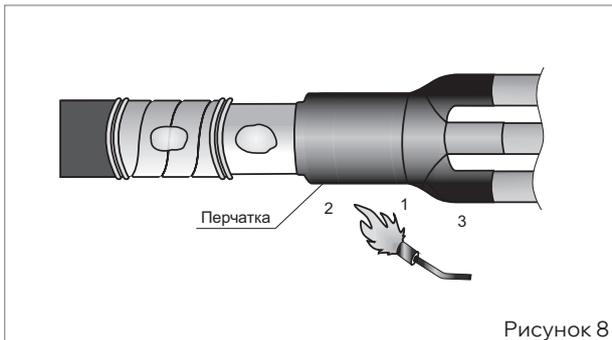

Рисунок 8
■ Сблизить жилы кабеля. Надеть перчатку с усилием до упора в изолированный «корешок» разделки кабеля. Усадить перчатку, начиная от основания пальцев перчатки, вкруговую, затем в направлении оболочки кабеля. В последнюю очередь усадить пальцы перчатки на жилы кабеля. После усадки перчатка должна плотно облепать оболочку и трубки на жилах кабеля, а по торцам основания перчатки и пальцев должен быть виден выступивший расплавленный клей (рис. 8).